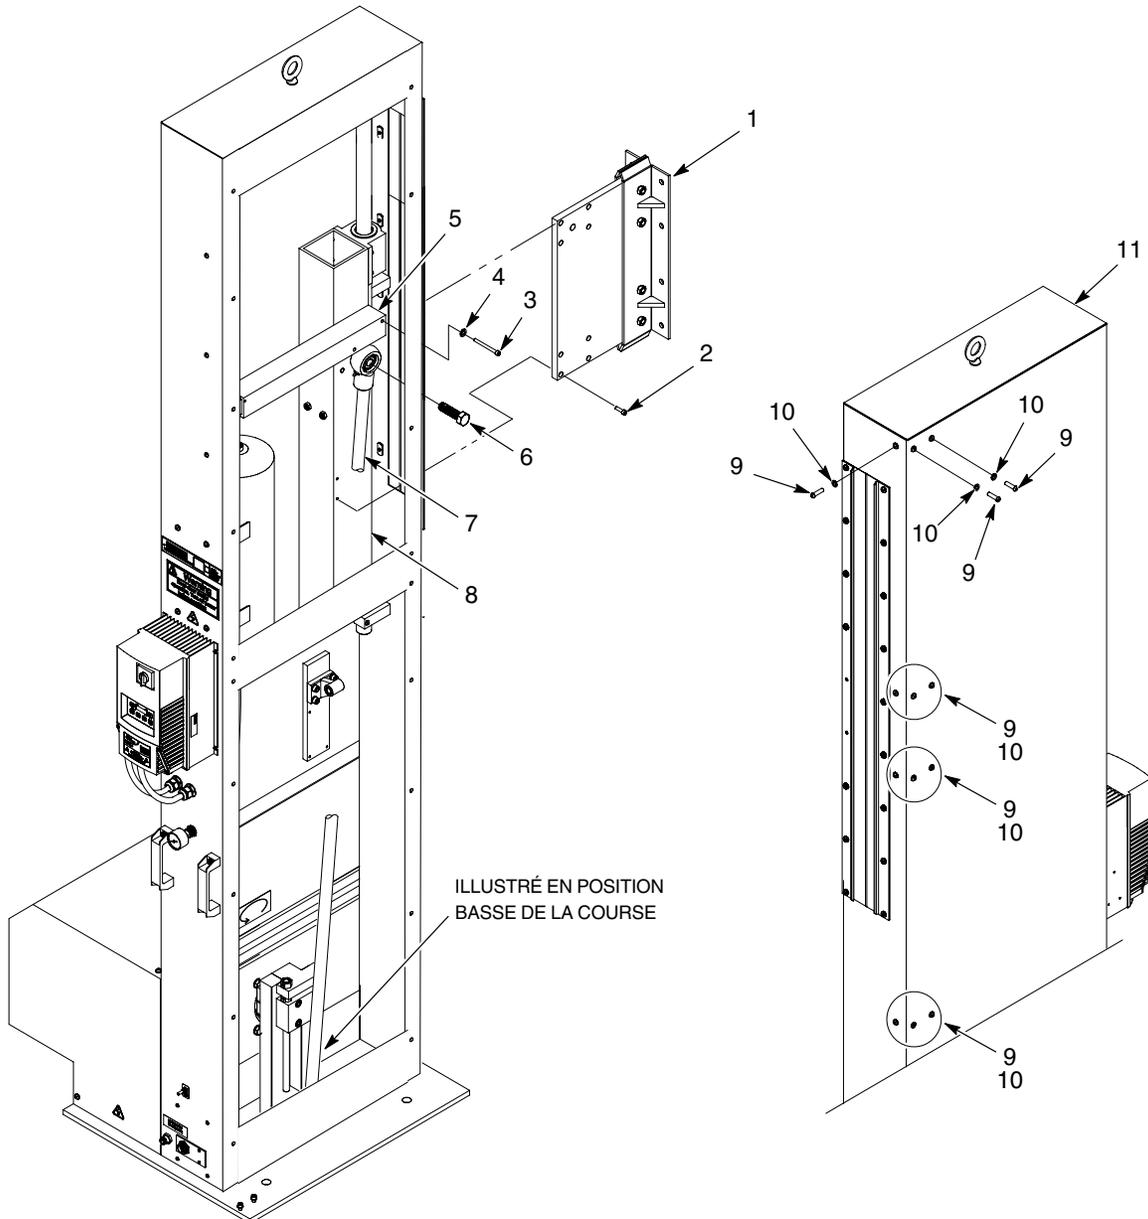

Fig. 18 Pose du bloc palier
1. Voir la figure 18. Demander l'aide d'un assistant pour positionner le bloc palier sur l'oscillateur (11). Fixer le bloc palier à l'oscillateur à l'aide des rondelles freins (10) et des vis (9). Serrer fermement les vis.
2. Monter le chariot à pistolet (1) sur le tube de fixation (8) à l'aide des vis. Serrer fermement les vis.
3. Appliquer de la graisse sur les filets des vis (6). Fixer la bielle (7) au tube de fixation (8) avec la vis. Serrer la vis à 90-100 ft-lb. (120-135 N•m).
4. Fixer la barre stabilisatrice (5) au tube de fixation de palier (8) avec les rondelles freins (4) et les vis (3). Serrer fermement les vis.